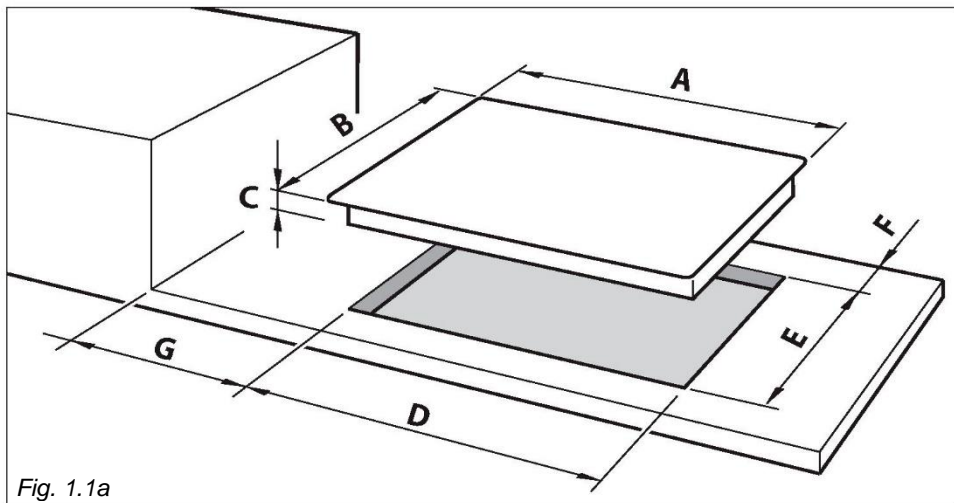

Fig. 1.1a
Para instalar o topo da placa na instalação de cozinha, tem de ser feito um orifício com as dimensões mostradas na fig. 1.1a, tendo em conta o seguinte:
- A parte superior da placa deve ser mantida a uma distância mínima de 200 mm de qualquer parede lateral (desde a extremidade lateral do recorte - fig. 1.1a, 1.1b).
- A placa deve ser instalada, pelo menos, a 60 mm da parede (desde a extremidade traseira do recorte - fig. 1.1a).
- Cortar a unidade de acordo com as dimensões indicadas na fig. 1.1a.